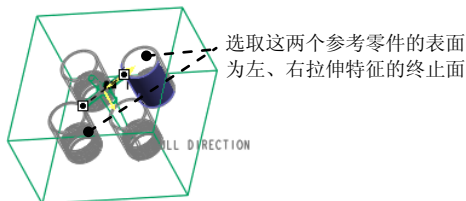

图 25.13 选取拉伸特征的终止面
- (5) 在系统弹出的操控板中单击 **选项** 按钮，在系统弹出的界面中，选取双侧的深度选项均为 **到选定项**，然后选取图 25.13 所示的参考零件的表面为左、右拉伸特征的终止面。
- (6) 单击操控板中的 按钮，完成特征创建。